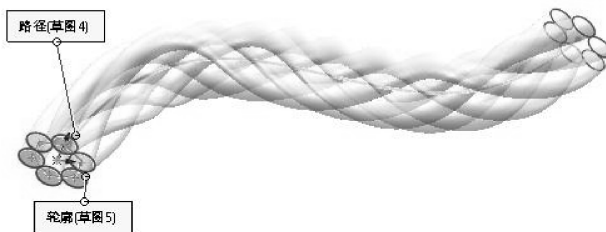

图 3-33 随路径变化扫描特征
- 06 在属性面板的【选项】选项区中，选择【指定扭转值】选项，并设定扭转角度为 720，预览效果如图 3-33 所示。